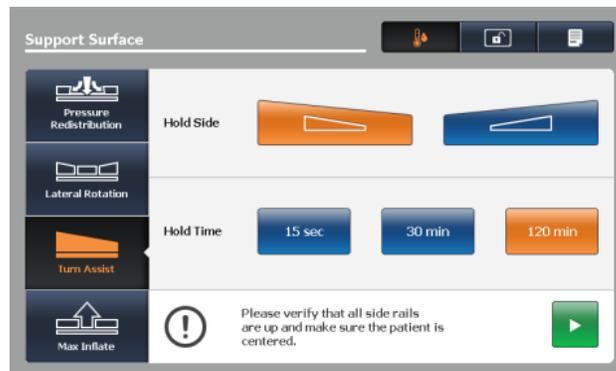

Figure 61 : Écran de retournement assisté
3. Toucher **Turn Assist** (Retournement assisté) (Figure 61 à la page 74).